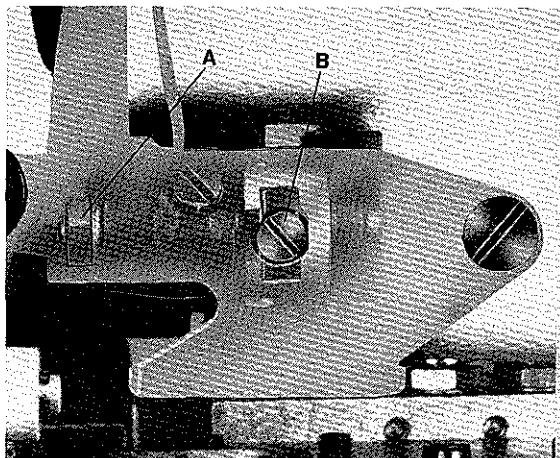

Fig. 43
The amount of spreader travel from extreme left to extreme right position can be increased or reduced if required. For adjustment loosen nut (A, Fig. 43), turning screw (B) clockwise reduces and turning it counterclockwise increases the amount of spreader travel.
Der Weg des Legers von der linken zur rechten Endstellung kann bei Bedarf, vergrößert oder verkleinert werden. Zur Einstellung lösen Sie die Mutter (A, Fig. 43), drehen der Schraube (B) im Uhrzeigersinn verkleinert und drehen im Gegen- uhrzeigersinn vergrößert den Legerweg. Ziehen Sie die Mutter (A) wieder an.